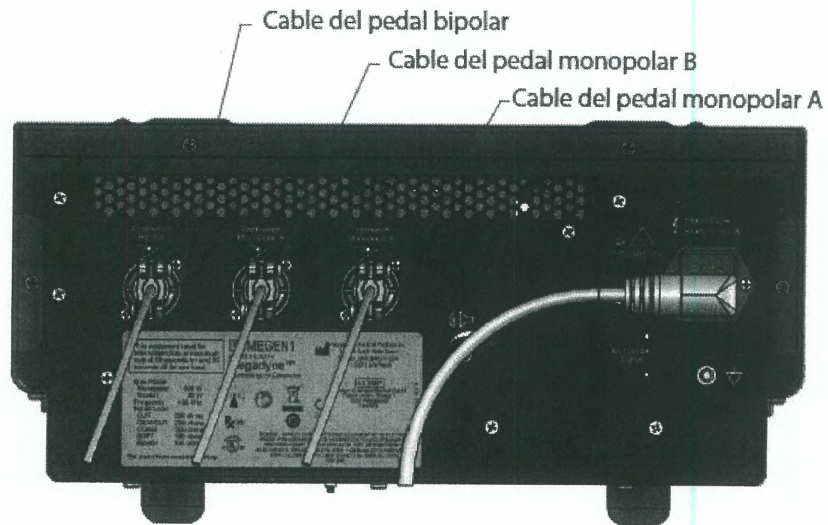

Figura 2
**Pedales:** si debe usar los pedales para activar los electrodos activos, conecte los dispositivos de control de los pedales monopolar/bipolar a sus respectivas tomas cuando el generador esté en la posición de apagado (figura 2). Si no va a usar ningún pedal durante la intervención, desconecte los pedales de sus respectivas tomas.